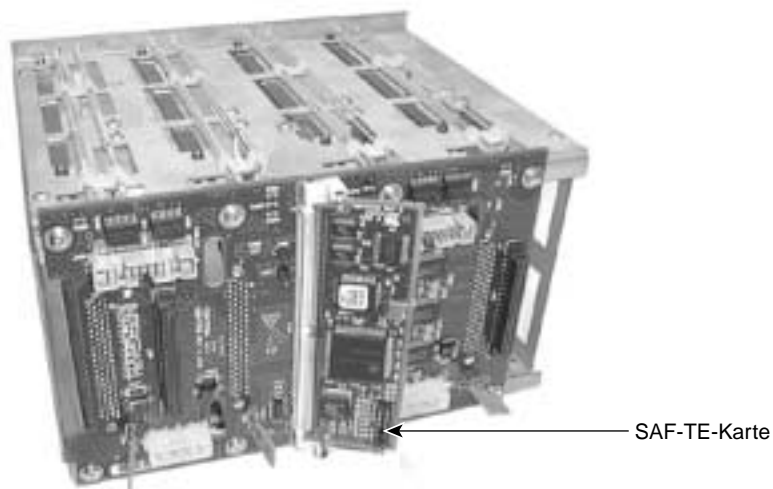

Abbildung 9-12 Die SAF-TE-Karte
2. Suchen Sie die SAF-TE-Karte in der Mitte des hinteren Teils des Festplatten-Rahmens. Siehe Abbildung 9-12.